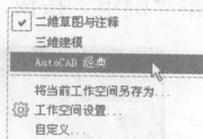

图 1-1 切换工作空间
1) 单击状态栏中的“切换工作空间”按钮,在弹出的“切换工作空间”菜单中选择“AutoCAD 经典”选项,如图 1-1 所示,将工作空间切换为“AutoCAD 经典”。